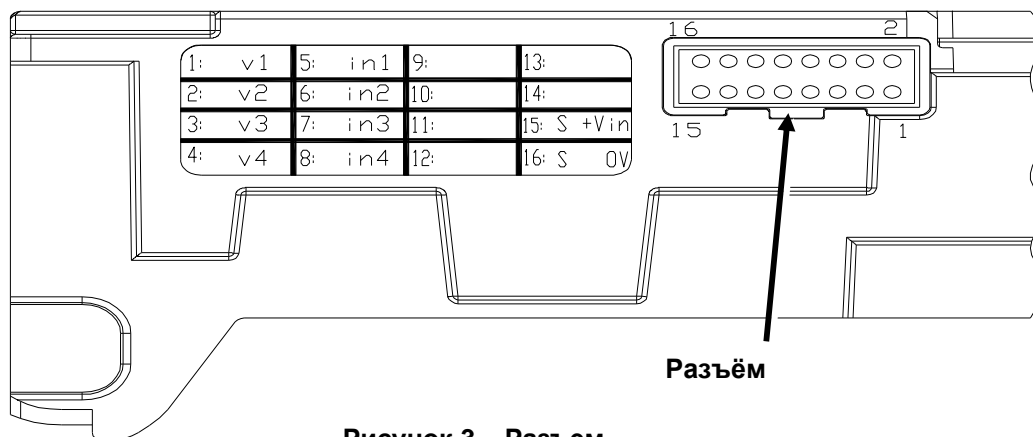

Рисунок 3 – Разъём
Разъем интерфейса у банкоматоприемника NV9 расположен на левой стороне прибора; он имеет 16 штырьков (см.Рисунок 3). Два из них используются для подачи питающего напряжения 0(V) и +12(V), пять служат для ввода и пять для вывода информации, четыре зарезервированы для использования в будущем. Примером разъема может служить изделие компании Molex, No: 39-51-2160